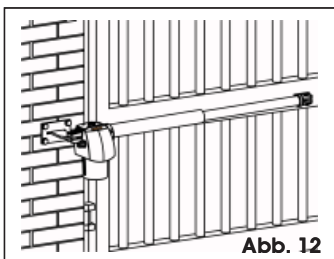

Abb. 12
- ⚠** Der Antrieb G-BAT ist sowohl als Rechts- als auch als Linksausführung erhältlich. Der Antrieb ist immer entsprechend den Angaben in Abb. 12 zu positionieren. Antriebe in Rechtsausführung sind Antriebe, die sich auf der rechten Seite des Flügels (oder am rechten Flügel bei Einbau mit zwei Motoren) befinden, wenn das Tor von der Seite betrachtet wird, an der der